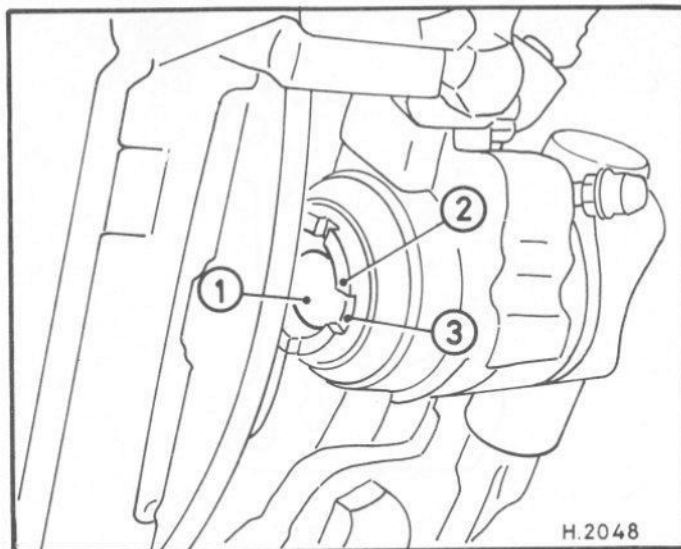

Fig. 13.100 Position finale correcte du piston sur un étrier arrière – modèles 1,9 GTI (Sec 17)
- 35 Régler le piston de façon que le repère (Fig. 13.100) soit horizontal et au-dessus ou au-dessous de la gorge du piston.